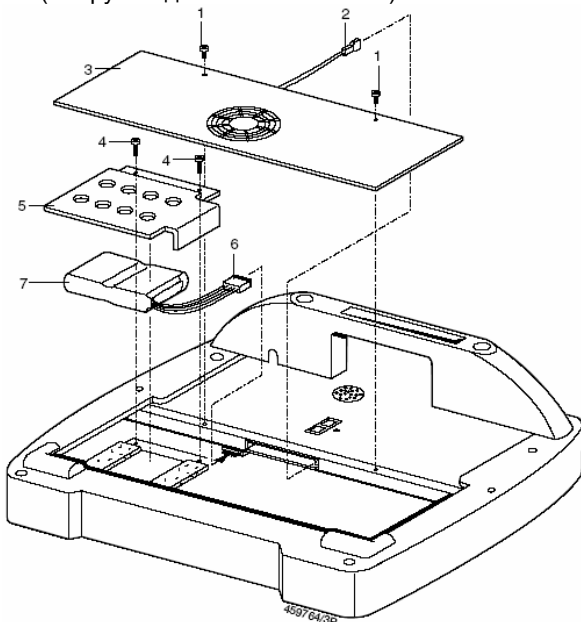

Рис. 9. Монтаж.
1. Штекерное соединение аккумулятора **6** (рис. 9) присоединить к штекеру на печатной плате и вложить пакет аккумуляторов **7**.